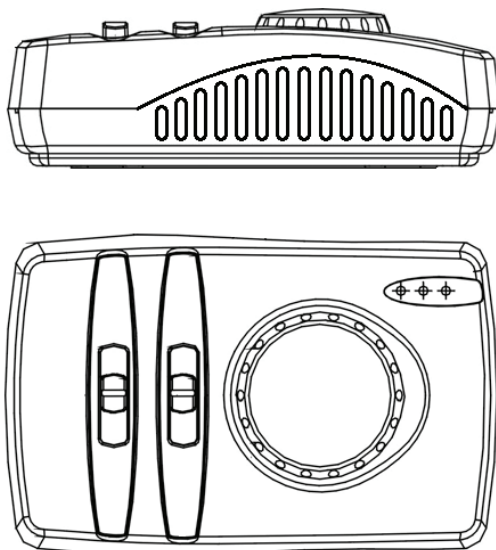

Fig. 1
- n° 1 termostato (Fig.1)
- n° 1 thermostat (Fig.1)
- 1 thermostat (Fig.1)
- nº 1 termostato (Fig.1)